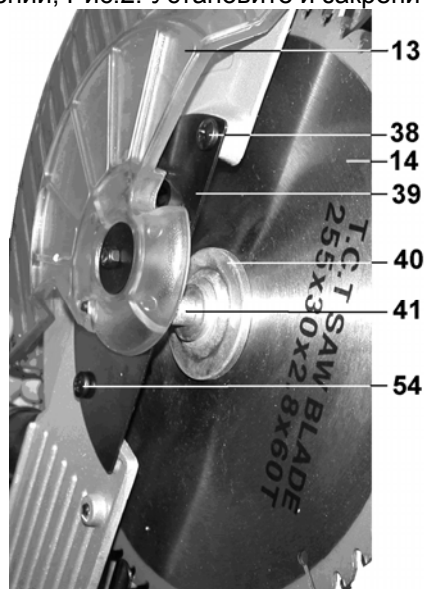

Рис. 3
Для снятия пильного диска (14) переведите защитный кожух (13) в верхнее положение, выкрутите винт (38) и ослабьте винт (54), Рис.3.
Переведите защитный кожух (13) в верхнее положение так, чтобы открыть полный доступ к пильному диску (14), Рис.3.